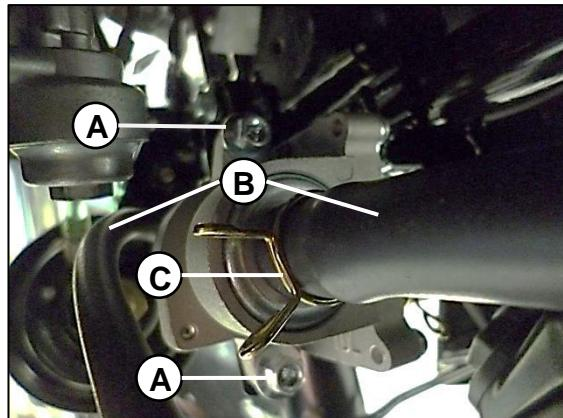

Fig. 17
Desajuste los tornillos (A) que fijan la válvula; Posteriormente desacople todas las mangueras (B) del sistema EAR. Tener cuidado de no perder los pinos (C) que garantizan el ajuste de las mangueras a la válvula. **Fig.17**